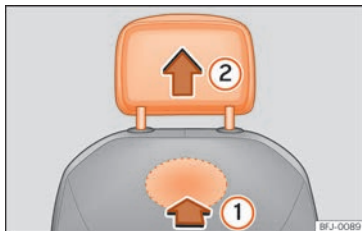

Fig. 144 Appui-tête avant : démontage.
- Pour le déverrouiller, localisez l'évidement situé à l'avant du dossier dans la zone signalée puis appuyez dessus dans le sens de la flèche » » fig. 144 (1).
- Retirez l'appui-tête dans le sens de la flèche (2).